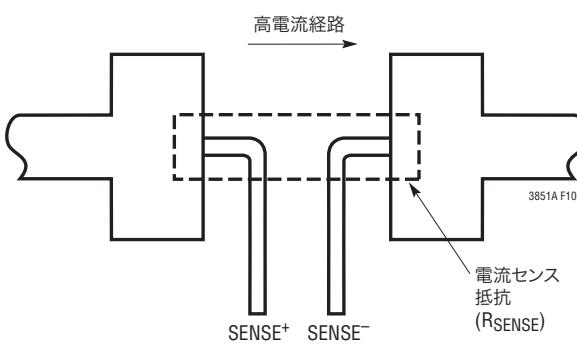

図10. ケルビン検出 RSENSE
- SENSE+とSENSE-は最小の基板トレース間隔で共に配線されていますか。SENSE+とSENSE-の間のフィルタ・コンデンサは、できるだけLTC3851Aに近づけてください。図10に示すように、ケルビン接続を使って、電流が正確に検出されるようにします。SENSEラインに直列抵抗を追加することで、ノイズ除去性能を向上させ、RSENSEのESLを補償することができます。